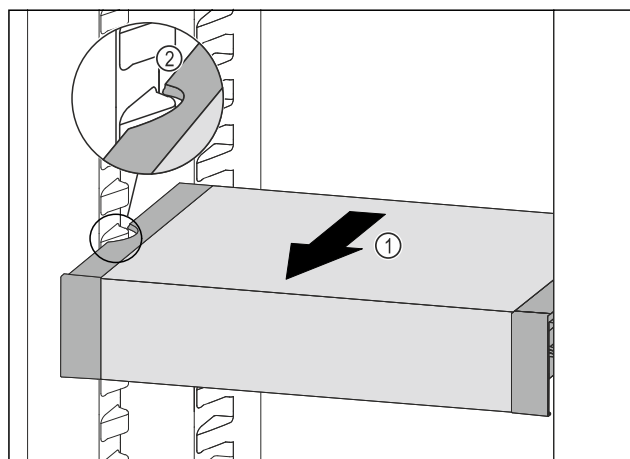

Fig. 142
- ▶ Tõmmake VarioSafe'i ettepoole Fig. 142 (1), kuni VarioSafe'i külgmised väljalõiked asuvad jahutusosas anuma ribi kõrgusel. Fig. 142 (2)